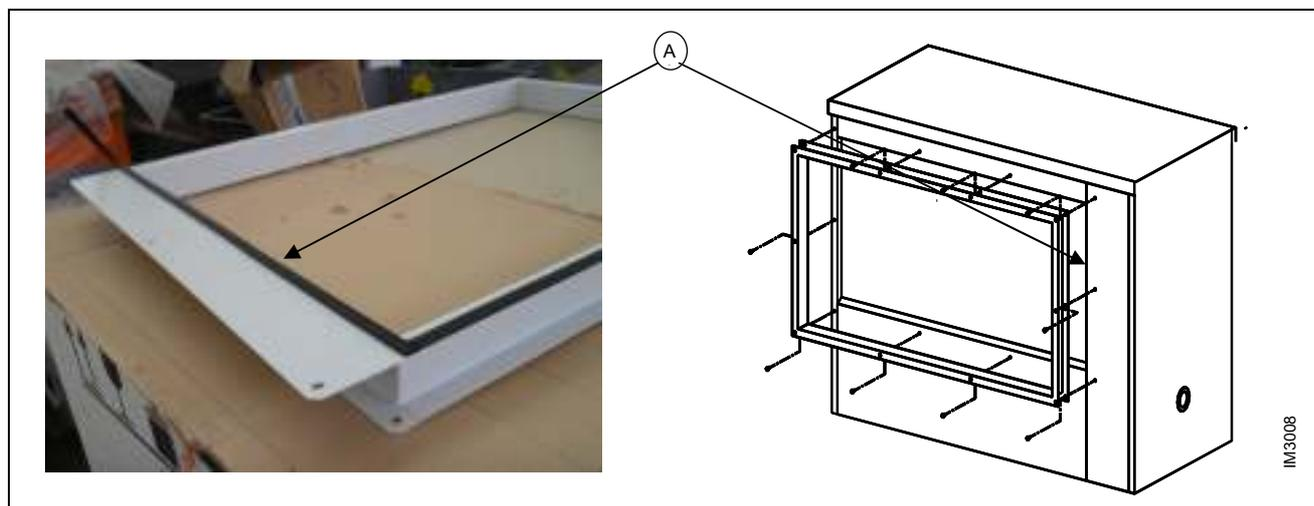

Рисунок 10 – РАЗМЕЩЕНИЕ УПЛОТНЕНИЯ И УСТАНОВКА ВЫХОДНОГО УПЛОТНЕНИЯ
1. Разместить уплотнение как показано на фото Рисунок 10, закрепить патрубок А с помощью винтов с головкой при крестообразную отвертку М4 из комплекта.